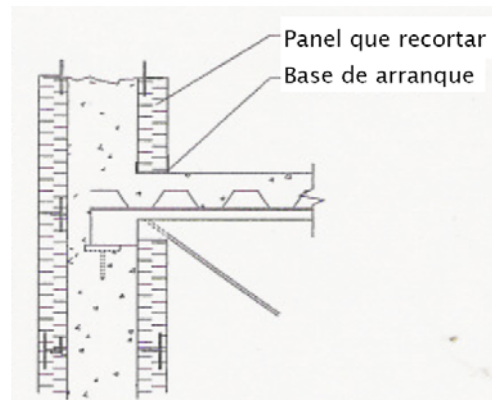

Figura 12.1.a. Alineamiento de los paneles de bordes sobre la losa de concreto
- Recortar los paneles interiores de manera que deje un espacio igual al piso (figura 12.1.a).